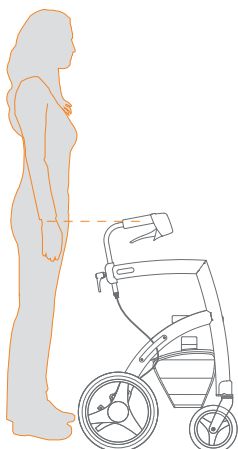

Abbildung 12: Bestimmen Sie die richtige Höhe.
Für die optimale Nutzung des Roll Motion ist die richtige Höheneinstellung (**Abbildung 12**) entscheidend. Die Höhe ist zwischen der Minimum- und Maximum-Position stufenlos verstellbar. So kann der Roll Motion leicht an die individuellen Bedürfnisse angepasst werden.
- c. Um festzustellen, welche Höhe für Sie korrekt ist, stellen Sie sich mit herabhängenden Armen zwischen die Handgriffe des Rollz Motion. Die Handgriffe sollten sich auf Höhe Ihrer Handgelenke befinden (**Abbildung 12**).